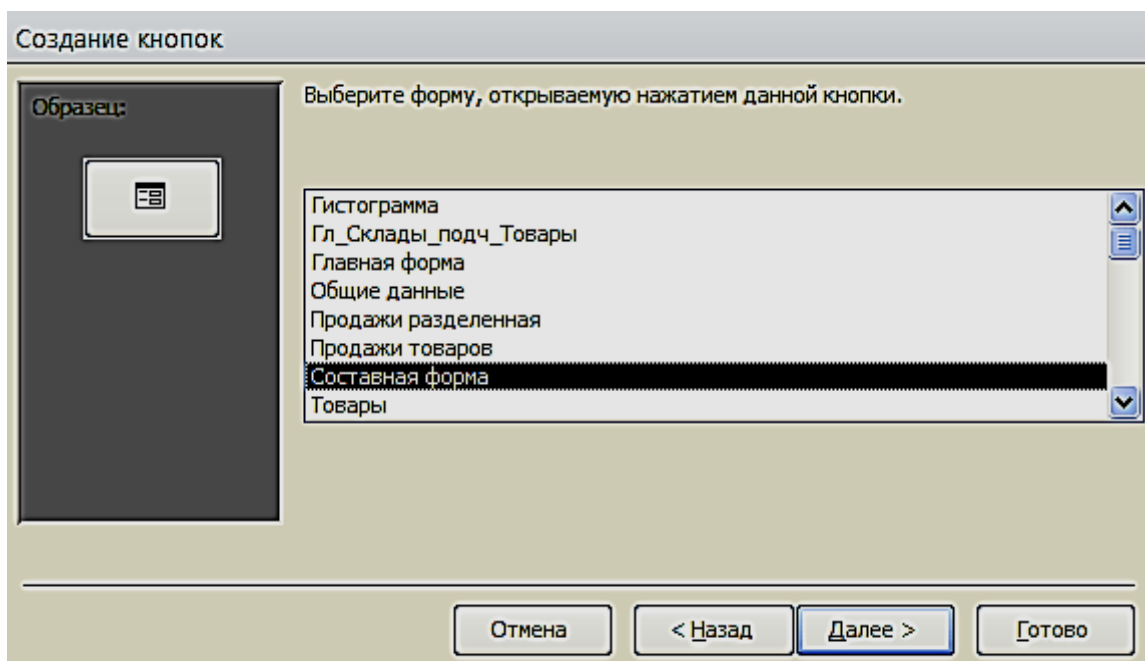

Рис. 6.12. Окно выбора формы
6. Выберем соответствующую форму (рис. 6.12).